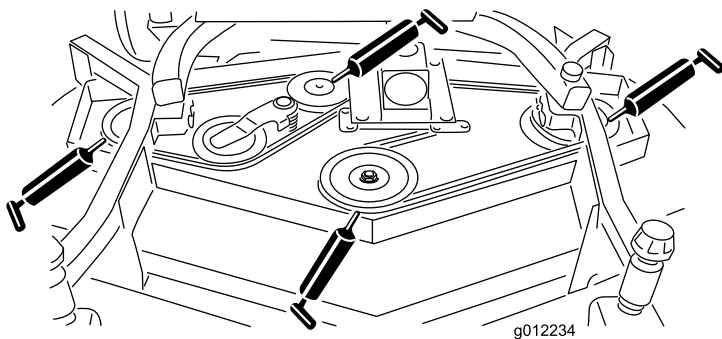

図 20
- ・ スピンドルのシャフトのベアリング（3ヶ所）（プーリの下）（図 20）
- ・ アイドラ・アームのシャフトのベアリング（図 20）